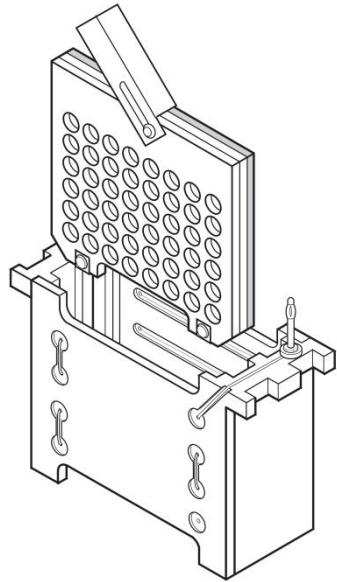

图 3 将装配好的转印夹插入转印芯中
- (4) 合上转印夹并夹紧，注意请勿移动三明治结构，用白色滑块锁住转印夹；
- (5) 重复上述步骤制备另一个转印三明治，将装配好的转印夹插入转印芯中(参照图3)；